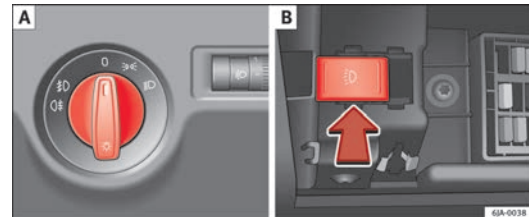

Abb. 55 Kombi-Instrument: Lichtschalter / Sicherungen: Schalter für Tagfahrlicht
Bei Fahrzeugen mit **Rechtslenkung** weicht die Anordnung der Bedienelemente teilweise von der in \Rightarrow Abb. 55 \Rightarrow Seite 99 gezeigten Anordnung ab. Die Symbole zur Anzeige der einzelnen Bedienelemente sind jedoch identisch.
- Drehen Sie den Lichtschalter \Rightarrow Abb. 55 **A** in die Position \Rightarrow .
- Drehen Sie den Lichtschalter \Rightarrow Abb. 55 **A** in die Position 0. ■
Drehen Sie den Lichtschalter ⇒ Abb. 55 **A** ⇒ Seite 99 in die Position 0.
- Drücken Sie die Taste ⇒ Abb. 55 **B** ⇒ Seite 99 **nach rechts**.
- Drücken Sie die Taste ⇒ Abb. 55 **B** ⇒ Seite 99 **nach links**.
- Drehen Sie den Lichtschalter ⇒ **Abb. 55**  ⇒ Seite 99 in die Position  und verriegeln Sie das Fahrzeug.